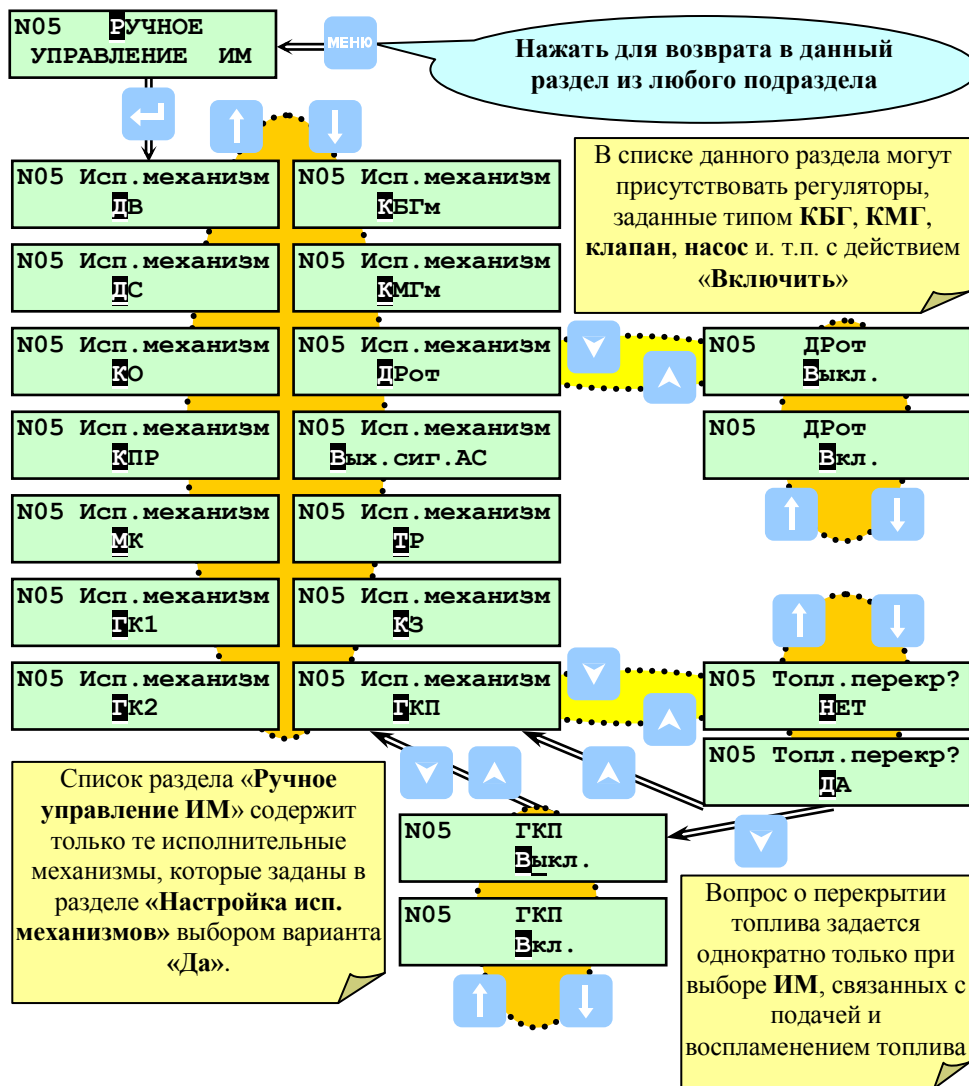

Рисунок 6.6.13.1 Раздел основного меню наладчика «Ручное управление исполнительными механизмами»
**Внимание!** Перед ручным включением ИМ обеспечивающих подачу топлива и розжиг - ГК1, ГК2, ГКП, КО, КЗ, ТрЗ необходимо убедиться в перекрытии топлива. Запрос наладчику «Топл. перекрыто?» выводится на табло при попытке включить/выключить указанные ИМ. Команда (ОТКР/ЗАКР) будет сформирована контроллером только после подтверждения перекрытия топлива (рисунок 6.6.13.1).